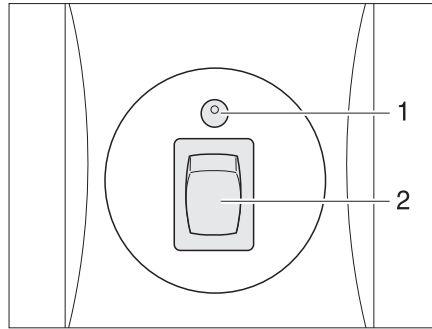

Fig. 144 Unité de commande
Seules les fonctions électriques peuvent être activées sur l'unité de commande (Fig. 144). Les robinets principaux des bouteilles de gaz doivent être ouverts manuellement.
Le voyant de contrôle sur l'unité de commande indique l'état de l'installation de gaz. Quand le voyant de contrôle (Fig. 144,1) est vert, l'installation fonctionne correctement. Il y a un dérangement quand le voyant de contrôle rouge clignote ou est allumé. L'alimentation en gaz est coupée.
- Allumer l'installation sur l'unité de commande (Fig. 144). Mettre le commutateur à bascule (Fig. 144,2) sur "I". Le voyant de contrôle jaune (Fig. 144,1) clignote (test du système) puis passe au vert.
- Mettre le commutateur à bascule (Fig. 144,2) sur "O". Le voyant de contrôle (Fig. 144,1) s'éteint.
La sécurité de rupture de tuyau (Fig. 144) empêche une sortie de gaz indésirable. L'alimentation en gaz est automatiquement coupée en cas d'accident ou quand le véhicule est trop incliné.
- A l'aide d'un stylet (Fig. 144,2), enfoncer le bouton de déverrouillage (Fig. 144,1) pendant plusieurs secondes.